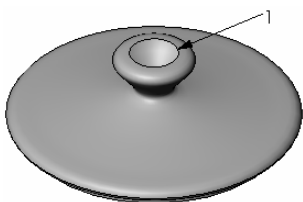
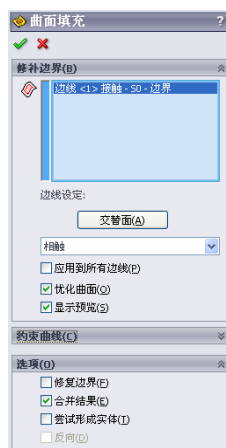

图 8-151 设置视图方向后的图形
图 8-152 “曲面填充”属性管理器
④ 设置视图方向。单击“标准视图”工具栏中的“等轴测”图标，将视图以等轴测方向显示，结果如图 8-151 所示。
⑤ 填充曲面。选择菜单栏中的“插入”→“曲面”→“填充曲面”命令，或者单击“曲面”工具栏中的“填充曲面”图标, 此时系统弹出如图 8-152 所示的“曲面填充”属性管理器。在“修补边界”一栏中，用鼠标选择图 8-151 中的边线 1，其他设置如图 8-152 所示。单击属性管理器中的“确定”图标按钮, 填充壶盖曲面，结果如图 8-153 所示。